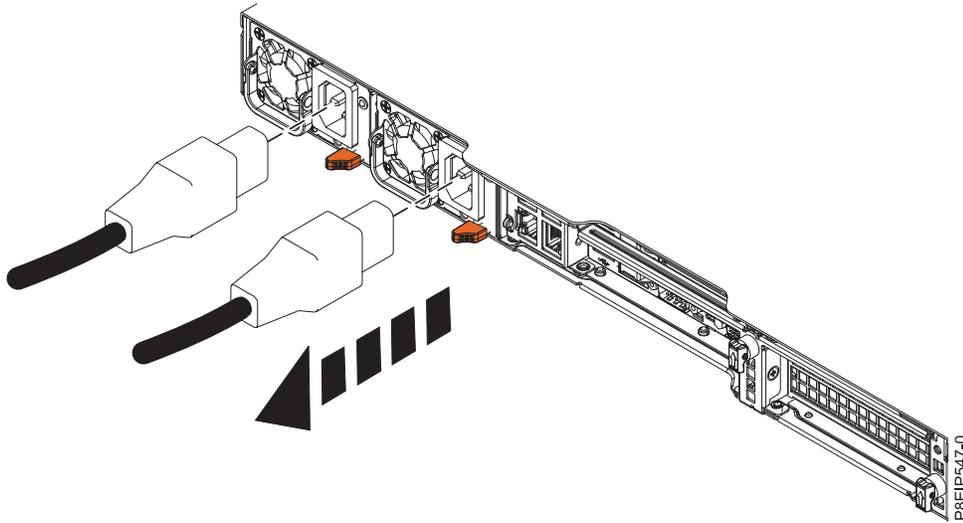

Figura 86. Removendo os cabos de energia do sistema
2. Rotule e desconecte os cabos de energia da unidade de sistema conforme mostrado na Figura 86 na página 87.